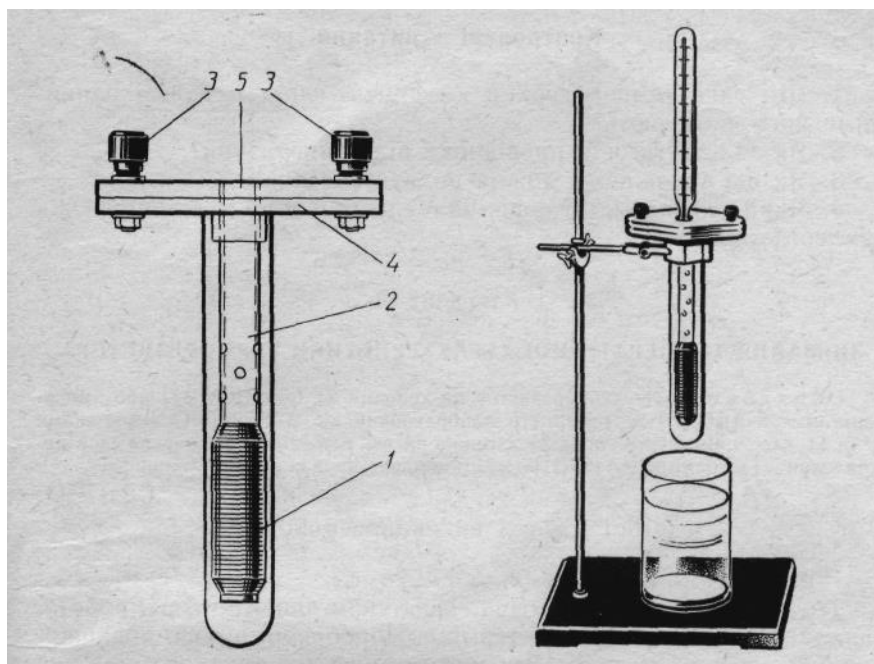

Рис. 17.
Прилад (рис.17), який застосовують для визначення температурного коефіцієнта опору міді, складається з котушки 1. Котушка — це картонний каркас 2, на якому намотано мідний ізольований дріт. Кінці дроту виведені до затискачів 3, установлених на пластмасовій колодці 4. У цій самій колодці закріплено скляну пробірку, в яку вставлено каркас котушки. Зверху в колодці є отвір 5 для термометра, який вимірює температуру обмотки котушки. Вставляючи пробірку з котушкою в холодну і гарячу воду та вимірюючи опір котушки, можна обчислити температурний коефіцієнт опору міді.
3. Зберіть установку за рис. 17 спочатку без термометра. Закріпіть прилад у лапці штатива і, відпустивши затискач муфти, занурте пробірку з котушкою в склянку так, щоб котушка була у воді. У цьому положенні